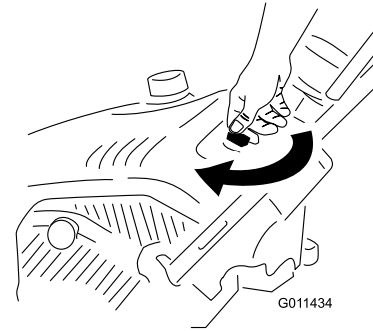

Figure 12
1. Tournez la clé dans le sens horaire à la position CONTACT (Figure 12).